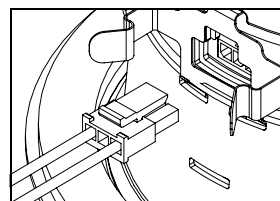

Figure 5
Étape 5. Connectez le connecteur à 3 positions au luminaire par rapport à l'orientation illustrée (Fig. 5) et fixez le cache par-dessus le connecteur.